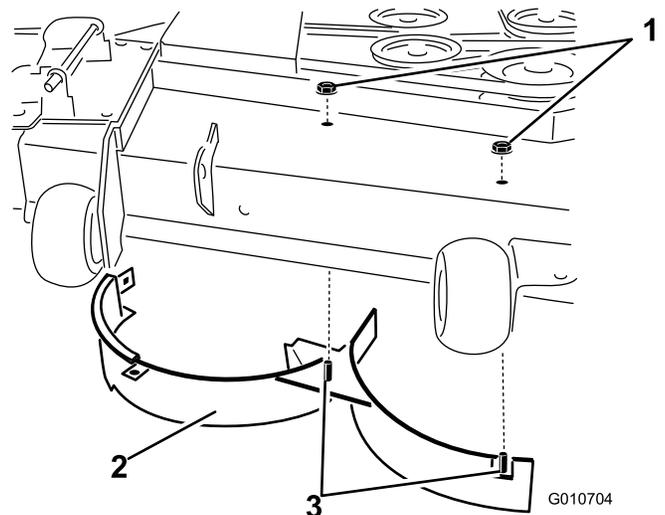

Figura 34
12. Retire las 2 contratuercas (5/16") que sujetan las clavijas soldadas del deflector derecho a la parte superior de la carcasa de corte en las posiciones centro y centro derecha (Figura 34).
13. Retire el perno de cuello cuadrado y la contratuerca que sujetan el deflector derecho a la parte superior de la carcasa de corte, y retire el deflector derecho de la carcasa de corte (Figura 34).